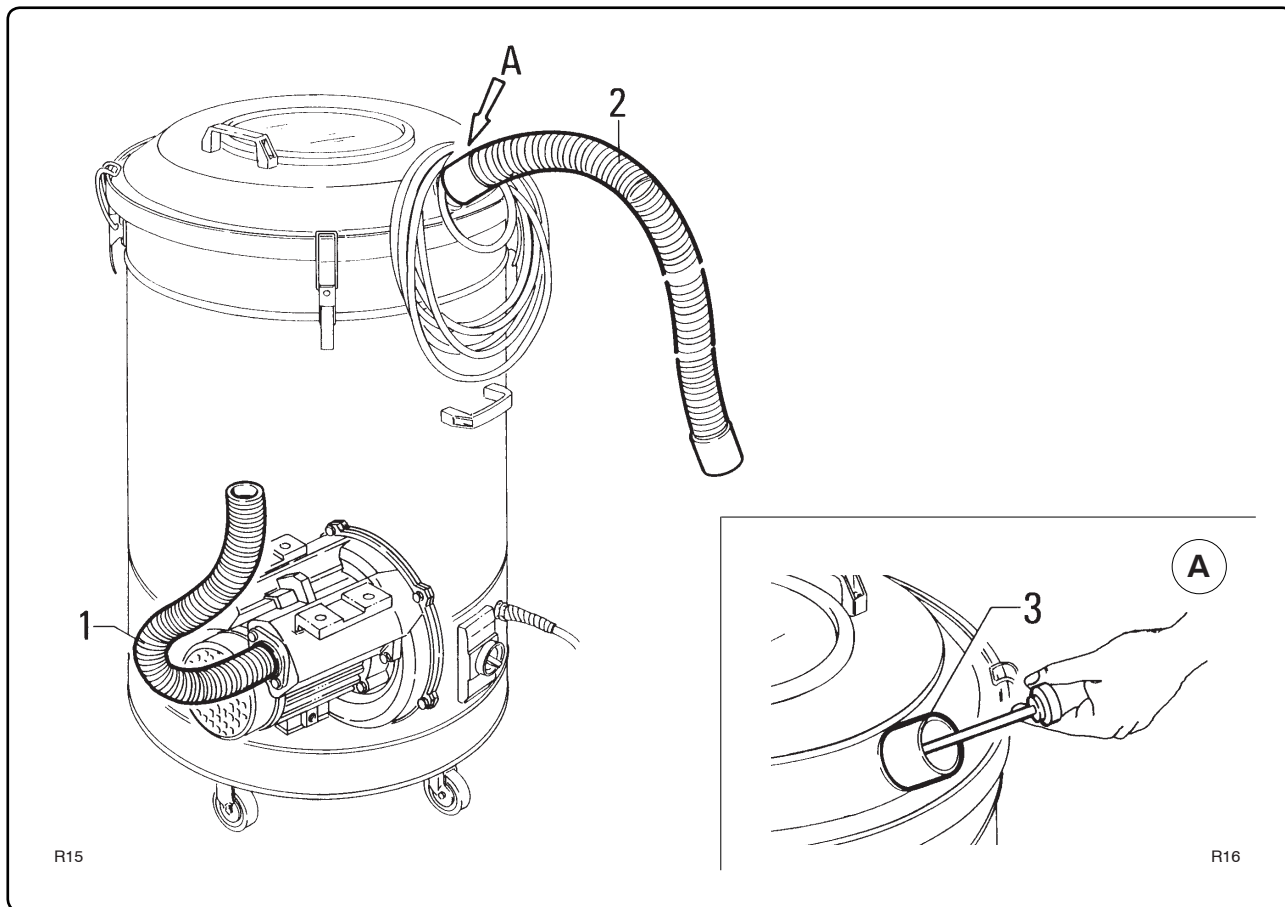

Fig.7.5.3
7.5.3 - Controllo integrità delle tubazioni (fig. 7.5.3)
7.5.3 - Checking the condition of the pipes (fig. 7.5.3)
7.5.3 - Contrôle des tuyauteries (fig. 7.5.3)
7.5.3 - Prüfung der Saugleitungen auf Unversehrtheit (Abb. 7.5.3)
Per la pulizia raschiare dall'esterno del bocchettone e rimuovere il materiale depositato come indicato in fig. 7.5.3.
*Scrape outside the outlet and remove the deposited waste as indicated in fig. 7.5.3.*
Pour le nettoyage raclez de l'extérieur de l'embout et enlever la matière qui s'est déposée comme indiqué dans la fig. 7.5.3.
*Zur Reinigung den Stutzen von außen abkratzen und das abgelagerte Material entfernen (Abb. 7.5.3).*